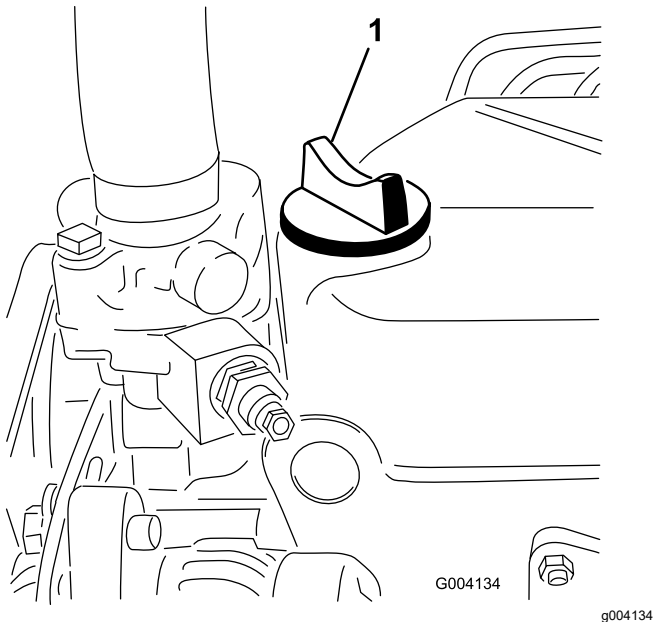

Bild 54
5. Wenn der Ölstand unter der Voll-Markierung liegt, nehmen Sie den Fülldeckel ab (**Bild 54**) und gießen Sie genug Öl ein, um den Ölstand bis zur Voll-Markierung anzuheben. **Füllen Sie nicht zu viel ein.**